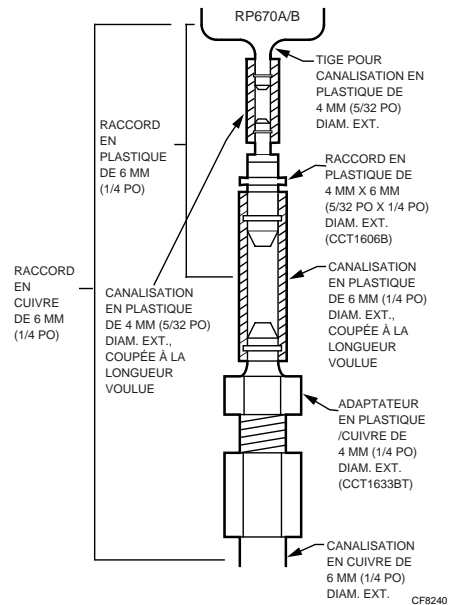

Fig. 4. Adaptateurs de canalisations.
La Fig. 4 montre comment effectuer le raccordement des canalisations. Tous les raccords sont des canalisations en polyéthylène à crans et droits 4 mm (5/32 po) de diam. ext.
**REMARQUE :** Si les canalisations ne sont pas en cuivre ou en polyéthylène, suivre les indications à la Fig. 4. Certains modèles comprennent les pièces à utiliser pour le raccordement.